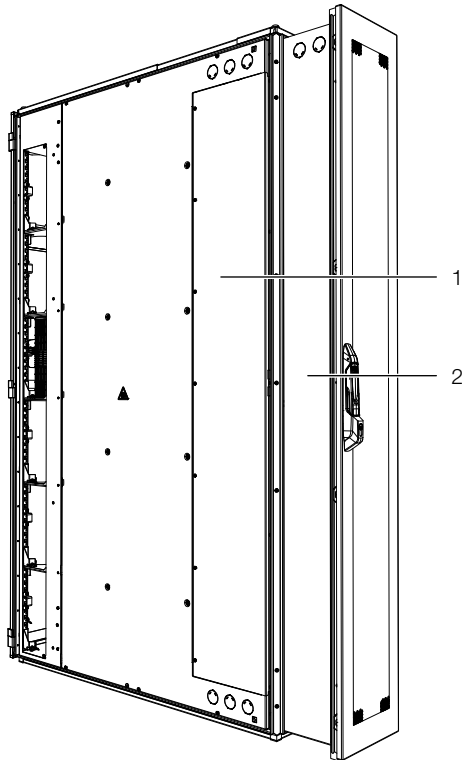

Abb. 36: Adapter am LCP Inline
- Adapter (Abb. 36, Pos. 2) an der rückseitigen Öffnung des LCP Inline mit jeweils vier der beigelegten Schrauben (Abb. 36, Pos. 1) links und rechts befestigen.